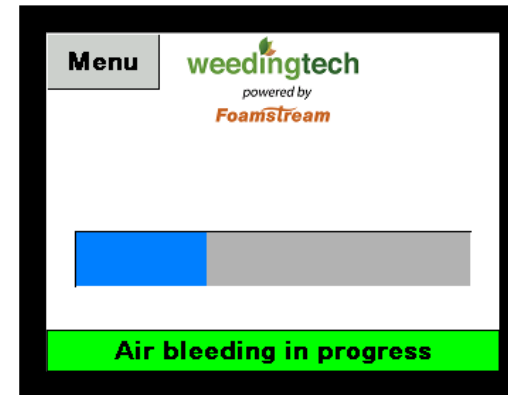

Figure 13 - Écran de purge de l'API
- ✓ Une fois que le bouton **1** ou **2** est pressé, l'écran de purge représenté dans Figure 13 apparaîtra.